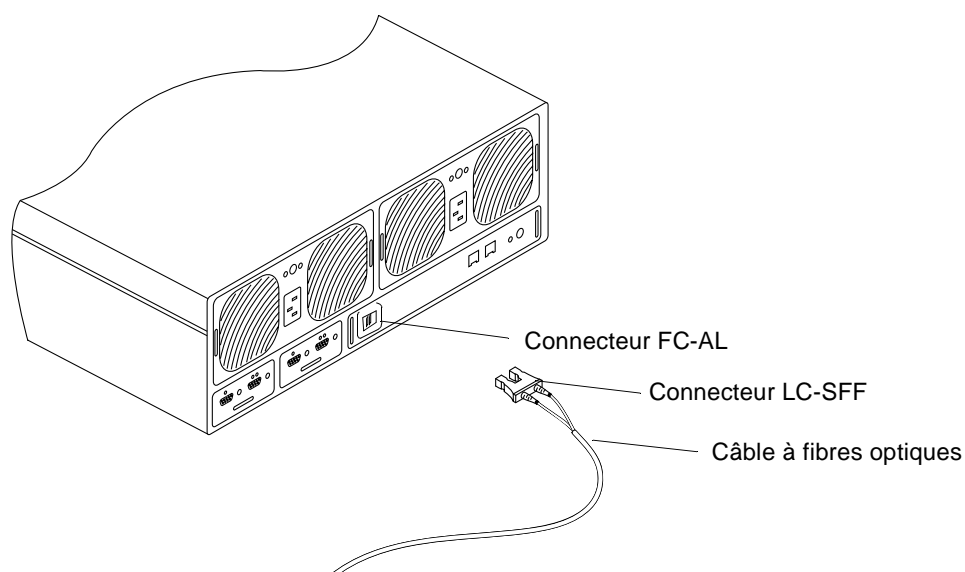

FIGURE 2-5 Branchement du câble au connecteur FC-AL sur une baie de disques Sun StorEdge T3+
- Pour un Sun StorEdge T3+, veillez à brancher le connecteur standard (SC) du câble à fibres optiques sur la carte contrôleur.
- Pour un Sun StorEdge T3+, branchez l'extrémité LC-SFF du câble à l'interface FC-AL (FIGURE 2-5).